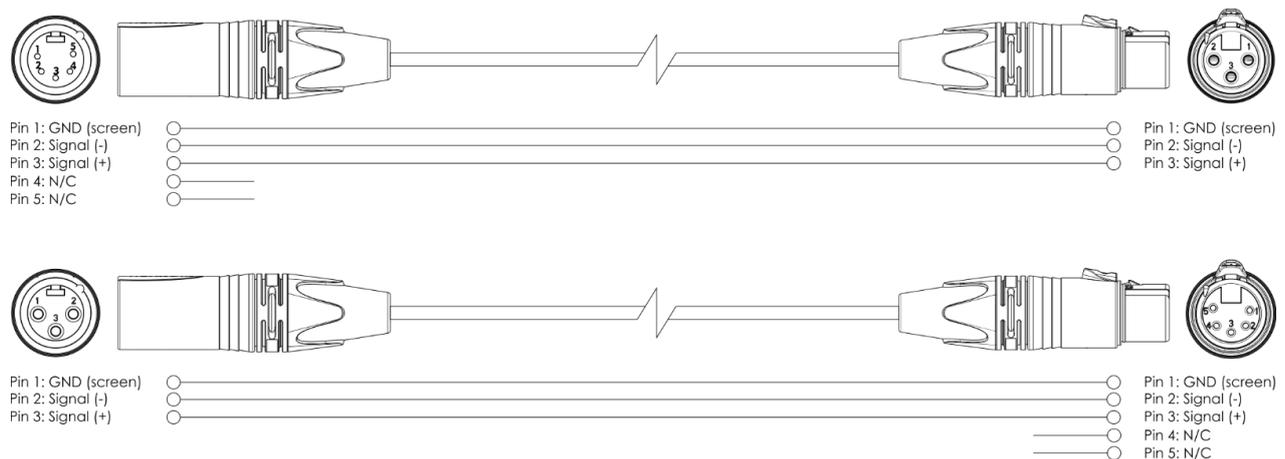

Fig. 06
- 01) Instale las abrazaderas como se indica en la Fig. 06. Asegúrese de utilizar las abrazaderas apropiadas para colocar el dispositivo en un truss.
Cuando vaya a fabricar sus propios cables DMX asegúrese de conectar las clavijas y los conductores correctamente como se indica en la Fig. 06.